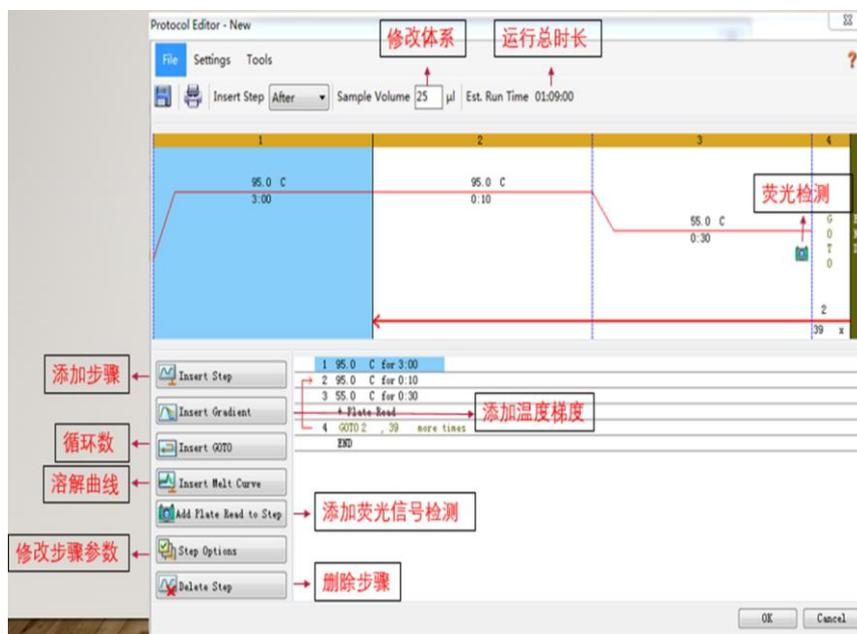

Figure 3
2、 点击 Create New 打开程序编辑器创建一个新程序 (Figure 3)。